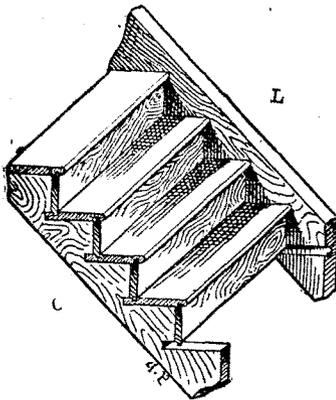

Fig. 289. — Dispositif d'un escalier.
**Escaliers.** — Les *escaliers* (fig. 289) sont des constructions en pierre, en bois, en fer, qui servent à établir une communication entre les divers étages d'une maison. C'est une échelle perfectionnée, dans laquelle les échelons, qui sont des surfaces horizontales, s'appellent *marches*, et les montants, suivant les cas, *limon* ou *crémaillère*. Le limon L est une pièce de bois dans l'épaisseur de laquelle les marches viennent s'emboîter; la crémail-
*chement*, qui marque en même temps la largeur de l'escalier (fig. 289). La largeur moyenne d'une marche est le *giron*; la *ligne de giron* est la ligne idéale passant par le milieu de toutes les marches :